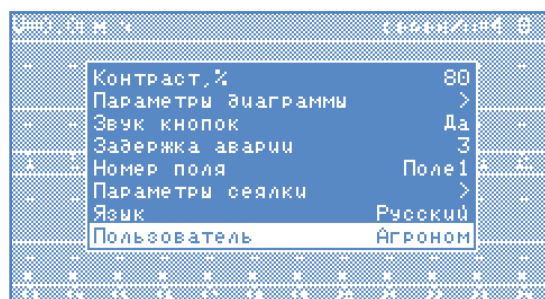

Рисунок 23
5. Кнопками «Вверх» и «Вниз» выбрать пункт меню «Пользователь» (см. «Рисунок 23»). Кнопками «Влево» и «Вправо» выбрать «Агроном» и нажать кнопку «Меню». В появившемся окне ввести свой ПИН-код. В случае ввода правильного кода произойдет смена уровня доступа, о чем будет свидетельствовать сообщение на экране, и после этого будет показан главный экран.